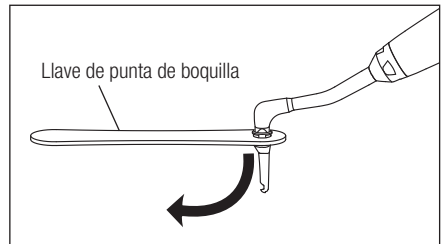

Fig. 7
- 5) Al acabar el tratamiento, desconecte la punta de la boquilla de la pieza de mano del Perio Mate mediante la llave de punta de boquilla y deséchela. (Fig. 7)